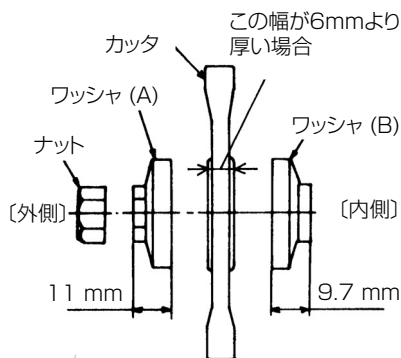

図 12
- (4) (イ) ボス幅が6mmより厚いカッタの場合カッタの向きに注意し、図12のように、カッタ→ワッシャ(A)→ナットの順で、スピンドルに取付けます。